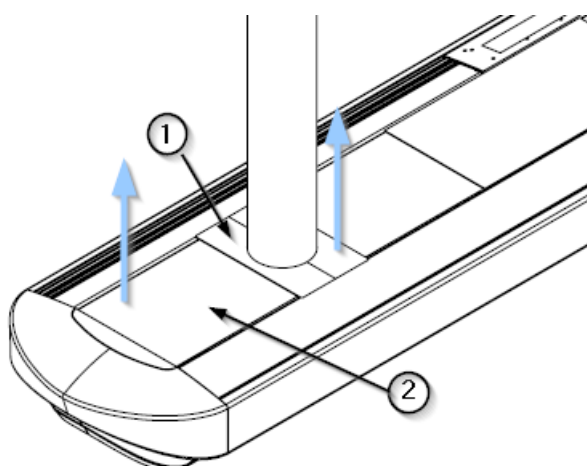

Fig. 2 Démontage des couvercles du corps principal
- À l'aide d'un outil hexagonal, retirez les 4 vis M6 x 25 ① et les 4 rondelles DIN 9021 ② correspondantes, comme indiqué dans la figure 2.
- Le support de l'embout ③ est maintenant visible. Retirez-la en enlevant les 4 vis M6 x 25 ① et les 4 rondelles DIN 9021 ② correspondantes à l'aide du même outil que celui illustré à la figure 2.
- Fixez d'abord l'étrier d'extrémité ③ à l'aide de 4 vis M6 x 25 ① et de 4 rondelles DIN 9021 ② correspondantes.
- Placez ensuite l'embout en position et fixez-le avec 4 vis M6 x 25 ① et 4 rondelles DIN 9021 ② correspondantes.